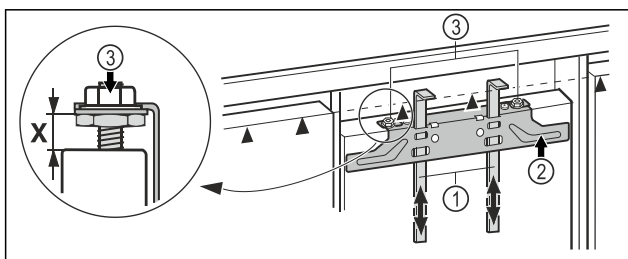

Fig. 44
- Csúsztassa fel a szerelési segédeszközöket Fig. 44 (1) a szekrényajtó magasságába. A szerelési segédeszköz ▲ alsó éle = a felszerelendő szekrényajtó felső éle.
- Csavarozza le a rögzítő kereszttartót Fig. 44 (2) az ellenanyák Fig. 44 (3) felett.